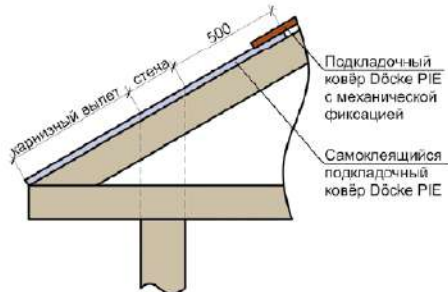
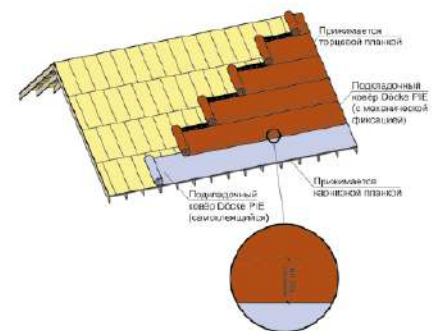

Рис. 8. Схема укладки самоклеящихся подкладочных ковров на карнизный свес.
Рис. 10. Схема расположения подкладочного ковра Döcke (последовательность укладки полотен в соответствии с пунктом 4.1.6).
4.1.3 В ендову и вдоль карнизного свеса рекомендуется укладывать самоклеящийся подкладочный ковер Döcke. Величина карнизного свеса равна величине карнизного вылета плюс часть ската над стеной плюс 500 мм (рис. 8). Оставшуюся поверхность скатов допускается укрывать подкладочными коврами Döcke с механической фиксацией (рис. 10, рис 12). Также допускается монтаж само-
4.1.8 Крепёж подкладочного ковра осуществляется гвоздями (тип 1, таблица №1). Схема крепления полотен подкладочных ковров Döcke показана на рис. 10. Самоклеящиеся ковры Döcke вдоль карниза снизу прижимаются карнизными планками (п. 5 – «Установка карнизных и торцевых металлических планок»).